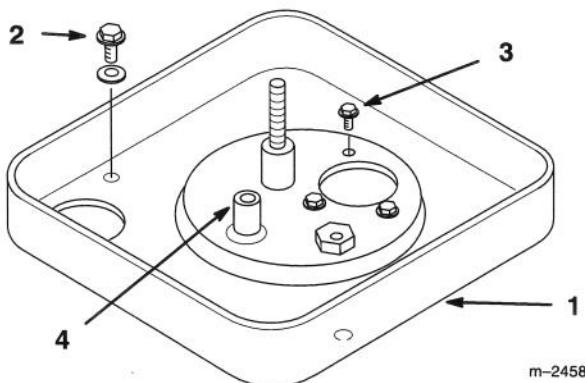

Figure 23
3. Retirer les vis et boulons de montage de la base du filtre à air. Soulever la base et la retirer du tube de reniflard (Fig. 23).
7. Monter la base du filtre à air et assembler le filtre à air (Fig. 23).